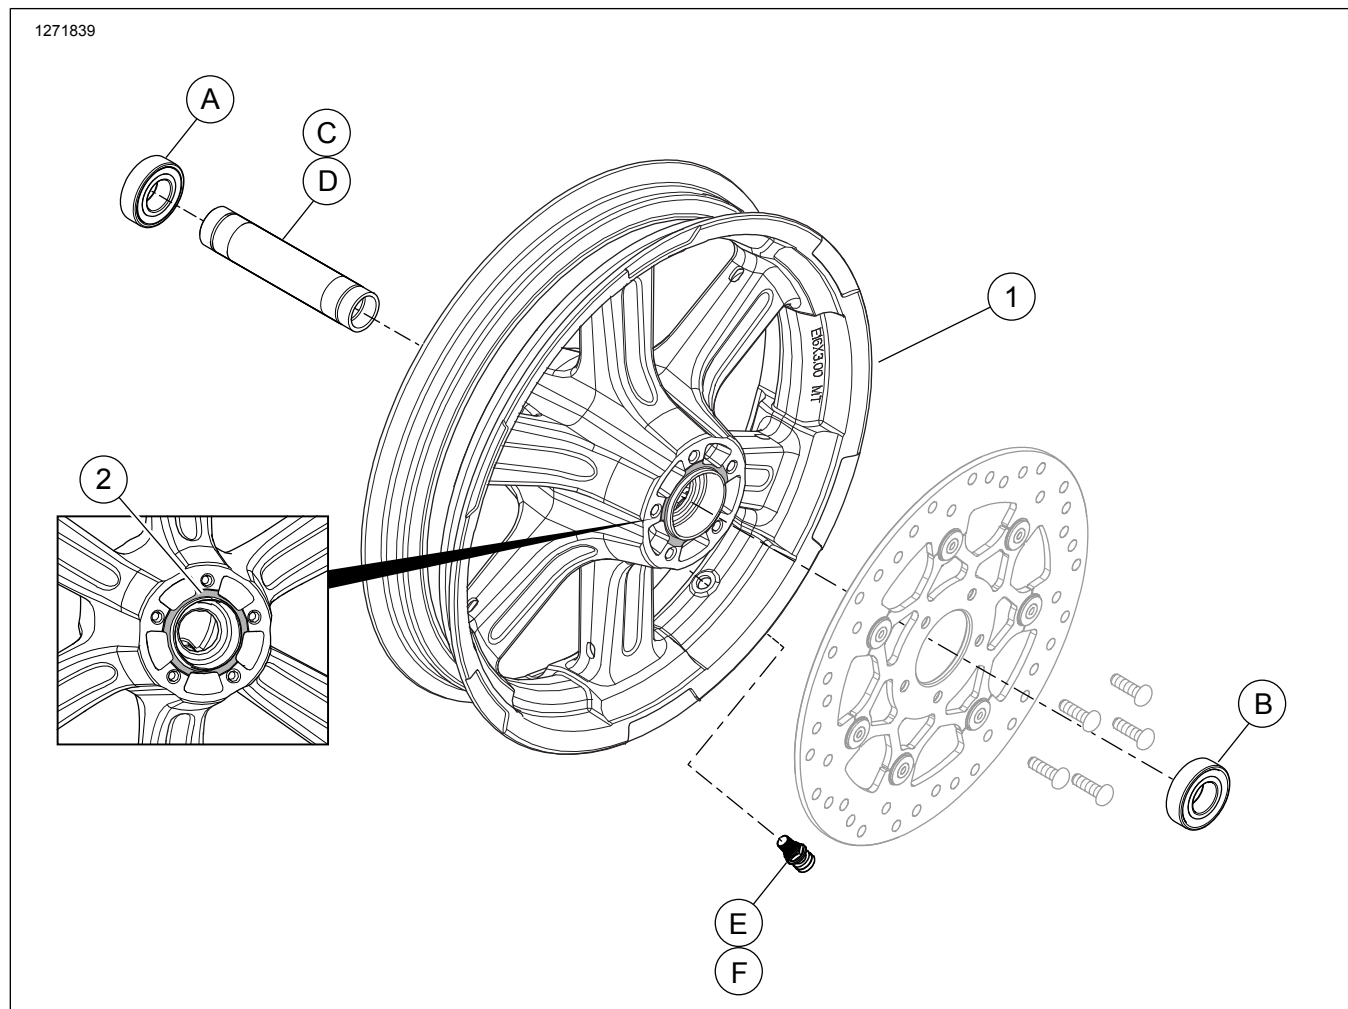

Figura 1. Peças de reposição: Rodas traseiras (roda de 16 pol. apresentada)
Ver Figura 1 e Tabela 2.
2. Figura 1 Instale o conjunto da haste de válvula na roda. Consulte PNEUS no manual de serviço.